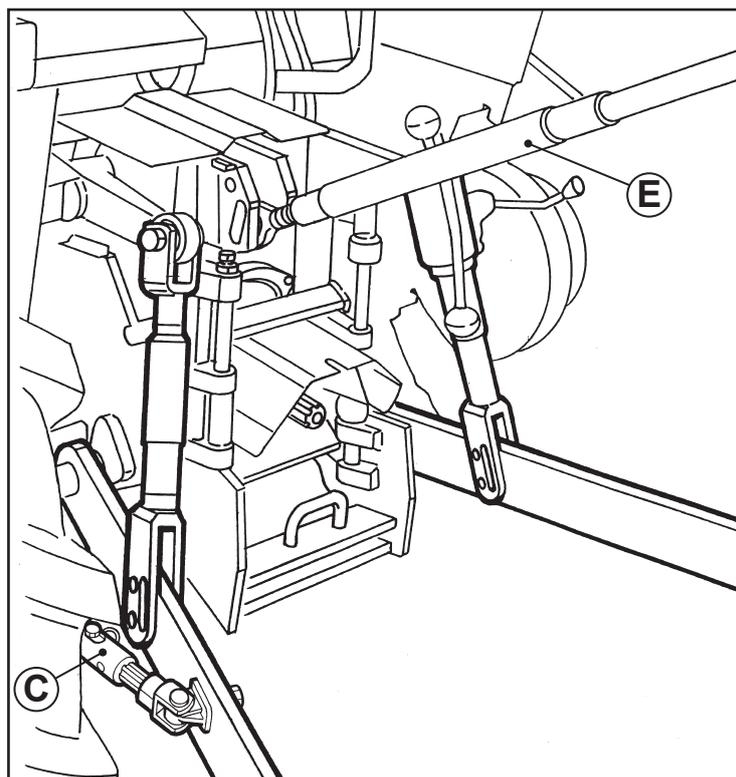

Fig. 1
- Limitar los desplazamientos laterales y mantener la máquina paralela al tractor, utilizando para ello las cadenas estabilizadores y el registro de regulación de los brazos **(C - Fig. 1)** hasta el enganche.
Una volta registrato il terzo punto e portato in piano la barra, regolare le ruote anteriori in altezza agendo sulla manovella (F) in modo che quando la macchina è con il vomere nel terreno, il suo telaio orizzontale (G) rimanga parallelo al suolo (Fig. 1).